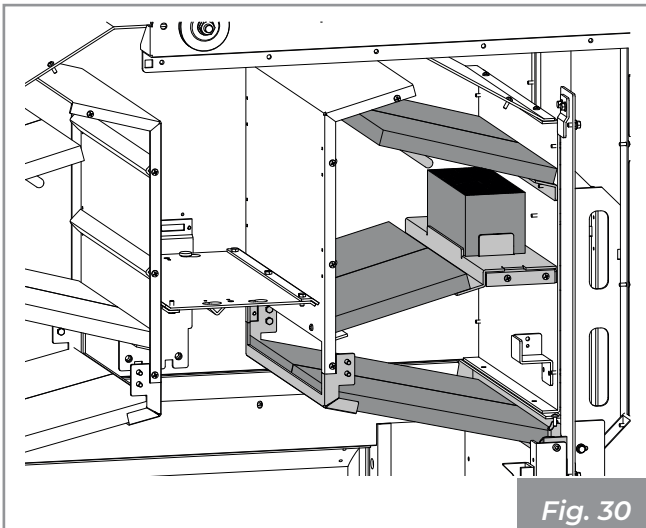

Fig. 30
- 6) Proceder del mismo modo en el lado opuesto.(Fig. 30).